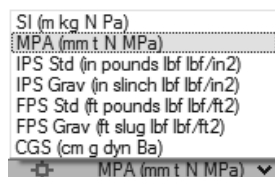

图 10-3
- 6) 确保应用程序右下角的单位系统选择器已设置为 MPA (mm t N MPa)，如图 10-3 所示。